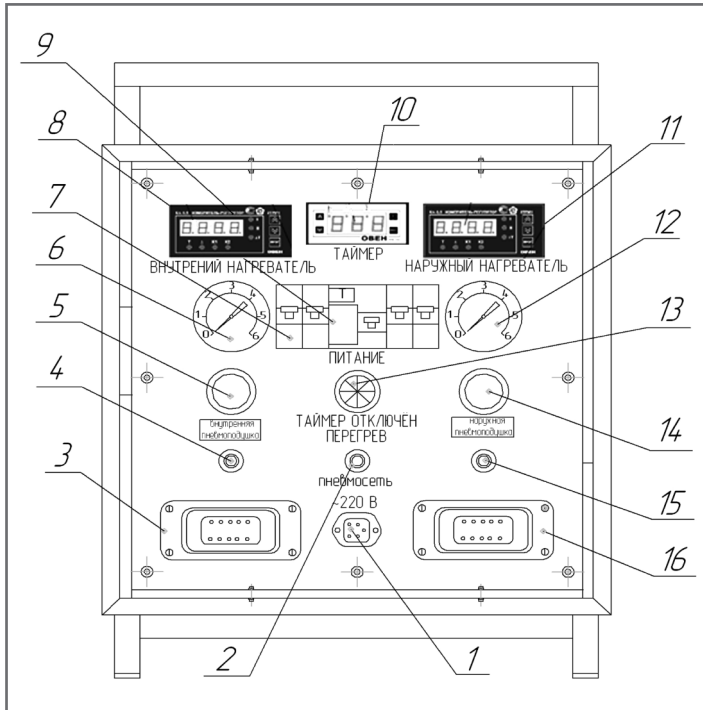

рис. 7 Лицевая панель пульта управления
- Включить дифференциальный автомат "ПИТАНИЕ" (см. Рис. 7), при этом загорится сигнальная лампа "ТАЙМЕР ОТКЛЮЧЕН; ПЕРЕГРЕВ". "АВТОМАТ ЗАЩИТЫ НАРУЖНОГО НАГРЕВАТЕЛЯ", "АВТОМАТ ЗАЩИТЫ ВНУТРЕННЕГО НАГРЕВАТЕЛЯ", "ГЛАВНЫЙ ДИФФЕРЕНЦИАЛЬНЫЙ АВТОМАТ" должны быть включены.